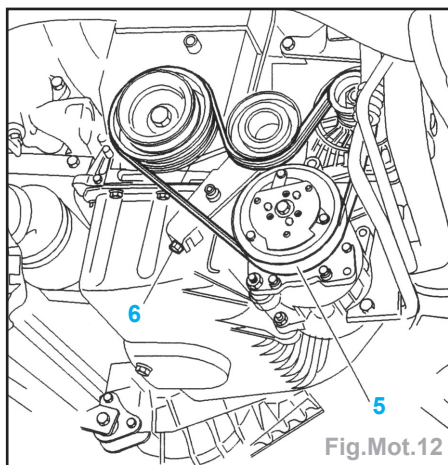

Fig.Mot.12
- Détendre la courroie (5) en agissant sur la vis (6) (Fig.Mot.12).
- Déposer la courroie (5).